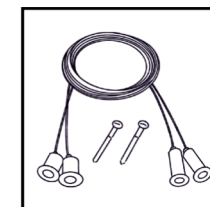

Рис. 6
- Для установки осветительного прибора на подвесы используйте тросовую систему подвеса (рис. 6). **Внимание!** Тросовая система в комплект не входит и поставляется отдельно.